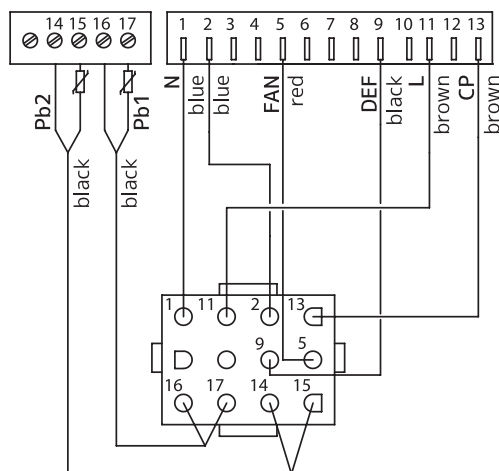

Fig. 7.
7. Connectez les fils de commande au contrôleur du compteur comme indiqué dans le schéma de câblage (fig. 7) ;